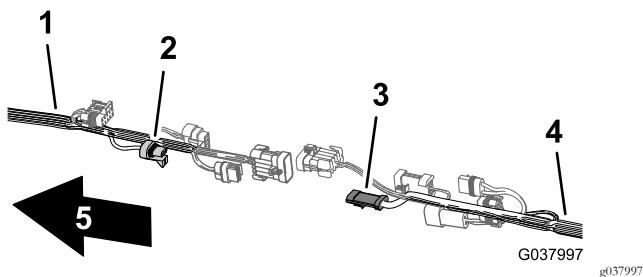

Figura 107
3. Ligue o conector de 3 tomadas da cablagem dianteira do fluxímetro no conector de 3 pinos da cablagem traseira do fluxímetro (Figura 107).